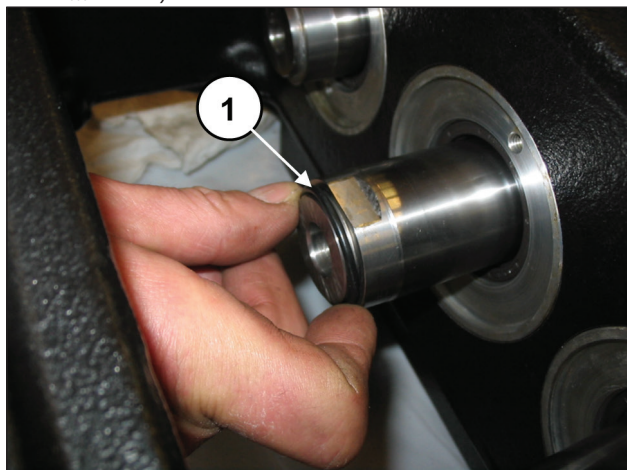
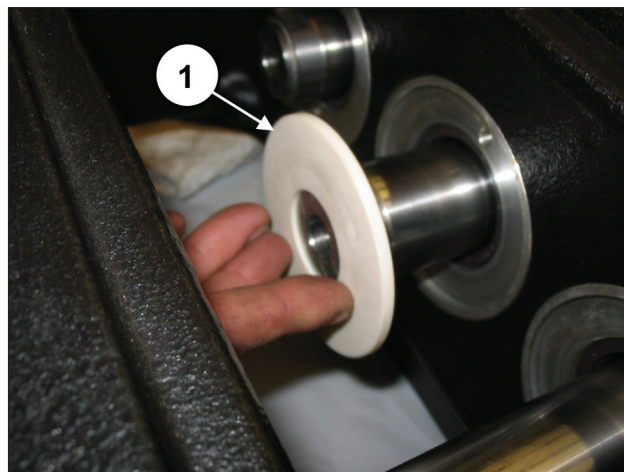

图 99
图 100
将防溅环连同O形圈定位在柱塞导承上的底座中 (①, 图 99和图 100)。